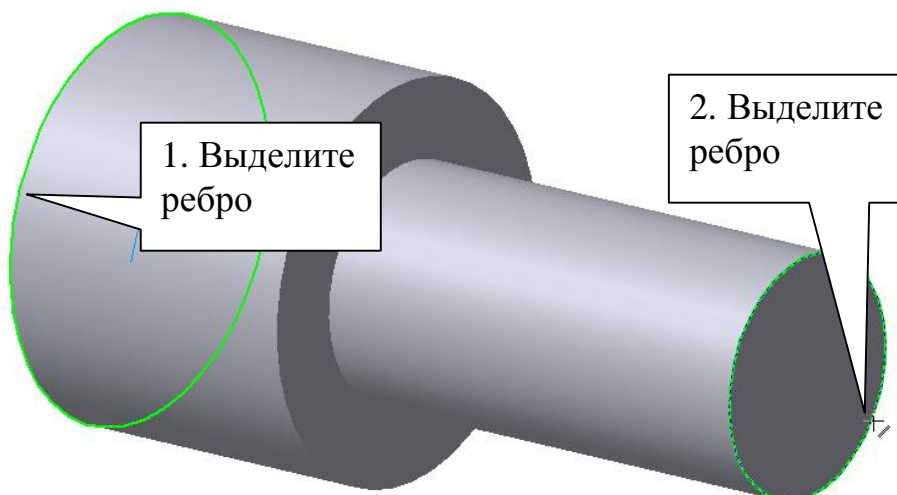

Рис. 95
- Для выполнения двух фасок с одинаковыми параметрами «2×45°» выделите первое ребро, нажмите клавишу *[Ctrl]* и, не отпуская ее, выделите второе ребро, рис. 95. Выполните команду **Фаска**  с параметрами: построение по стороне и углу , длина «2», угол «45».